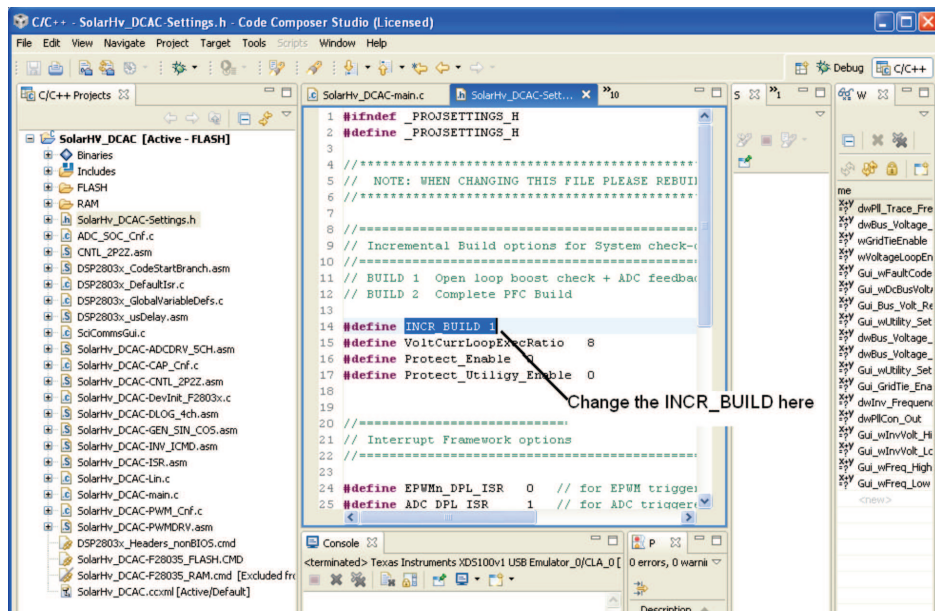

图 15. 更改递增构建
5. 如图 15 中所示, 通过将 INCR\_BUILD 设定为一个值来改变递增构建选项。